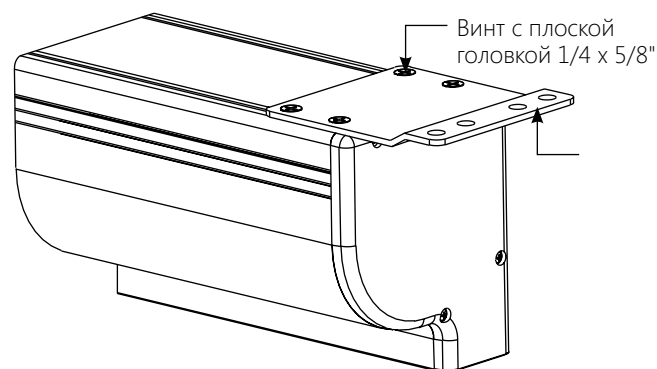

Рисунок 3
2. С помощью отвертки Phillips № 2 ослабьте четыре винта 1/4 x 5/8", удерживающие кронштейны для потолочного монтажа заподлицо (рис. 3).
4. Затяните четыре винта 1/4 x 5/8", удерживающие кронштейны для потолочного монтажа заподлицо (рис. 3).
2. Снимите кронштейны для потолочного монтажа заподлицо с помощью отвертки Phillips № 2 (см. рис. 3). Сохраните четыре винта 1/4 x 5/8".